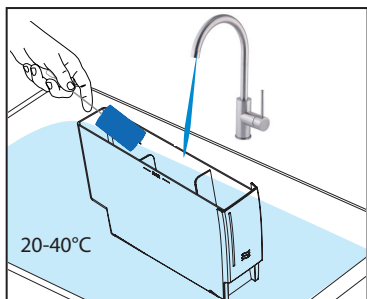

Bild 2
2. Diska vattentanken i rent vatten, 20–40 °C . Ett livsmedelsklassat rengöringsmedel kan användas om det behövs. (Se bild 2)